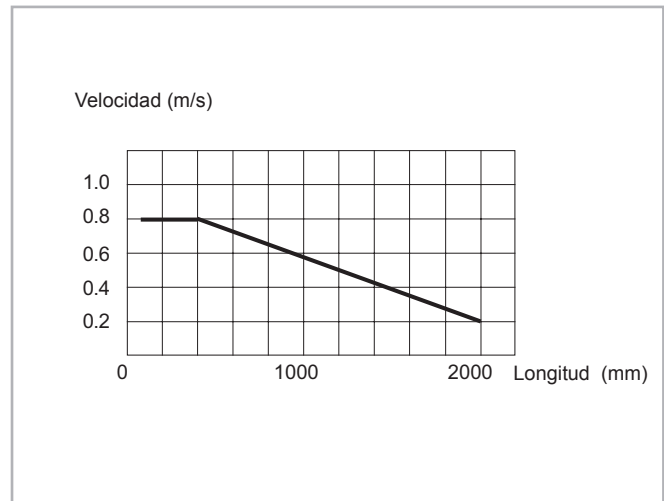

Fig. 72
La máxima velocidad operativa se determina por la masa del elemento intermedio que es movido por la guía móvil. Esto reduce la velocidad máxima operativa admisible con el aumento de la longitud (ver Fig. 72).
- Las guías telescópicas son apropiadas para un uso continuo en los sistemas automáticos. En este caso, la carrera debe permanecer siempre constante en todos los ciclos de movilización y se debe controlar la velocidad operativa (ver pág. TR-42, fig. 72). El movimiento de las guías telescópicas se produce gracias a jaulas de bola internas que, en las diferentes carreras, pueden experimentar una desviación respecto a la posición original. Este desfase puede tener un efecto negativo en las características de deslizamiento o limitar la carrera. Si la aplicación requiere carreras diferentes, la fuerza de accionamiento debe dimensionarse adecuadamente para poder sincronizar correctamente el desvío de la jaula de bolas. De lo contrario, prever una carrera máxima adicional para garantizar el posicionamiento correcto de la jaula de bolas.